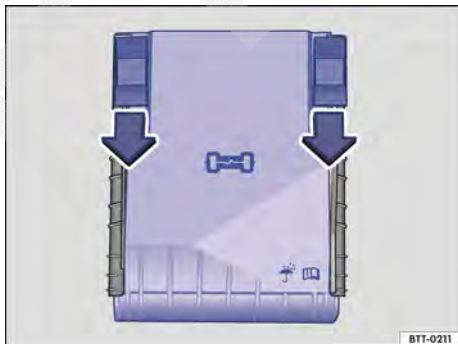

Fig. 215 No compartimento do motor: cobertura da caixa de fusíveis.
- Empurrar os botões de travamento para frente no sentido da seta para destravar a cobertura da caixa de fusíveis → Fig. 215.